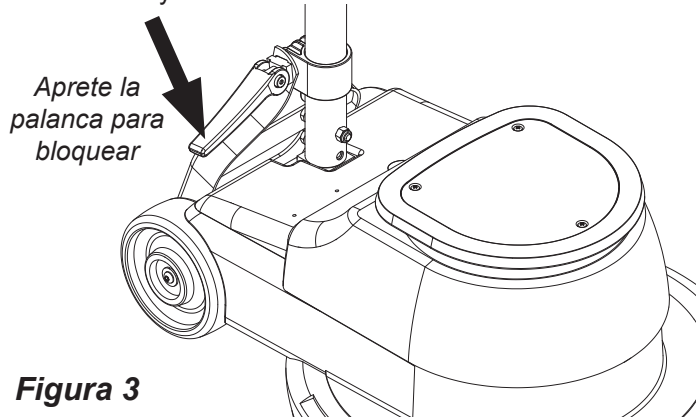

Figura 3
**Palanca de Bloqueo** (Véase Figura 3).